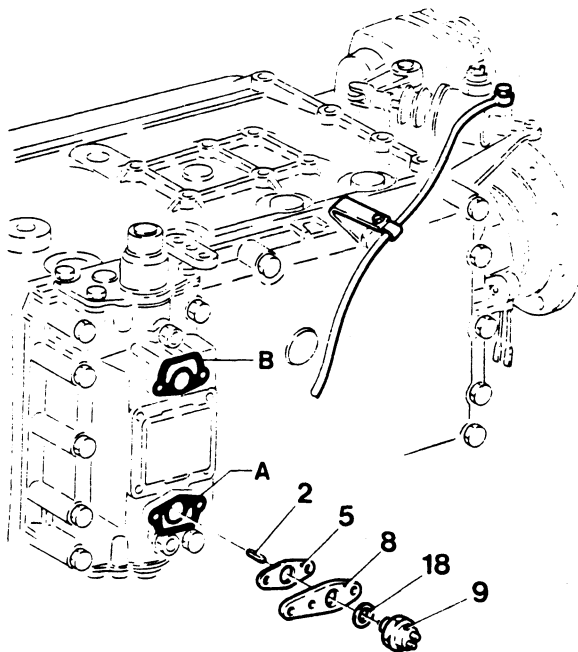

Fig. 14
2. Stel vast, aan welke kant (A of B, Fig. 14) zich het grendelsegment bevindt.
4. Plaats de grendelpen 2 in de boring (Fig. 14).
6. Monteer de elektrische schakelaar 9 met de pakkingring 18 (Fig. 14).